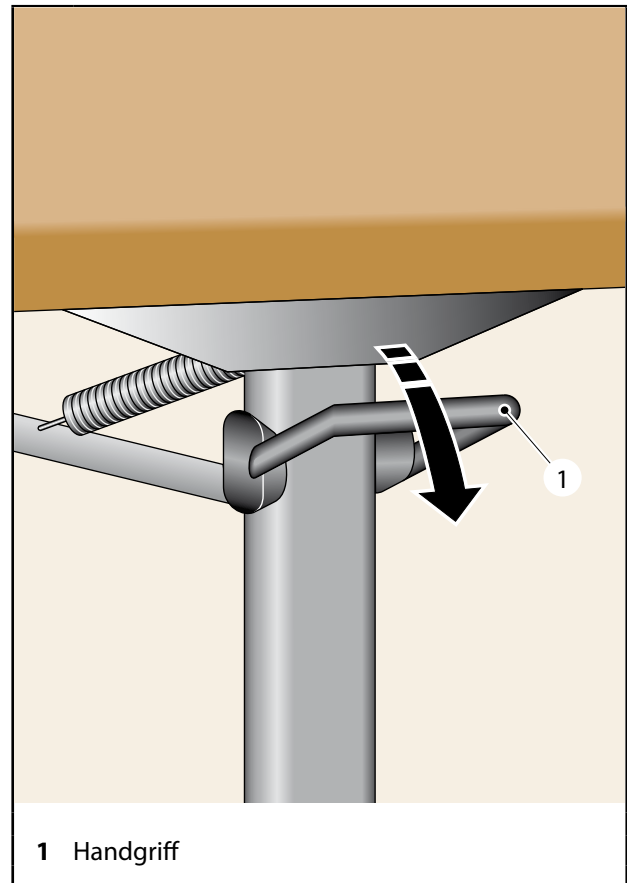

Abb. 13 Hubtisch zur Schlafstätte umbauen
1. Hubtischverriegelung durch Drücken des Handgriffs (Abb. 13, Pos. 1) in Pfeilrichtung lösen.